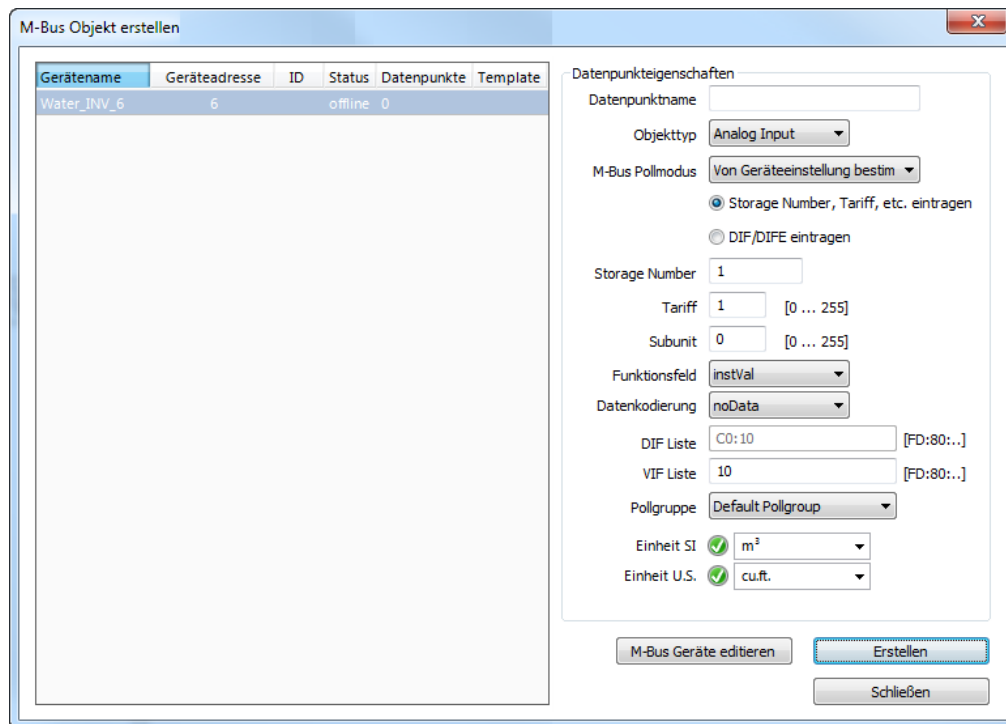

Abbildung 138: Dialog zum Erstellen eines M-Bus Objekts
3. Ein Fenster **M-Bus Objekt erstellen** aus Abbildung 138 wird geöffnet.
7. Die Eigenschaften der Datenpunkte werden im Bereich **Datenpunkteigenschaften** eingegeben (siehe Abbildung 138).